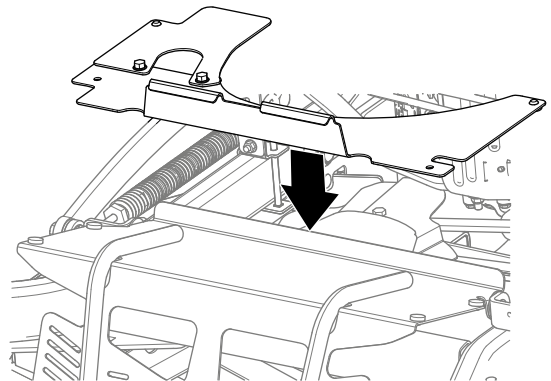

図 36
1. 図 36に示すようにガードエクステンションを取り付ける。